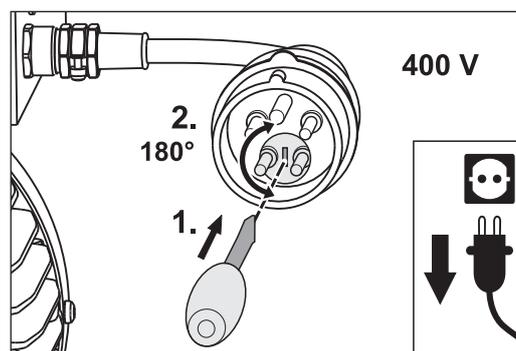

Abb. 16 Zur Änderung der Drehrichtung des Motors den Phasenwender um 180° verdrehen.
- 2 Stecken Sie einen Schraubendreher in den Schlitz des Phasenwenders im Stecker des Motorkabels (Abb. 16, 1.).
Durch Druck mit dem Schraubendreher wird der Phasenwender entriegelt und muss dann gleichzeitig um 180° gedreht werden (Abb. 16, 2.).
Der Phasenwender muss durch Überwindung eines geringen Widerstands um 180° gedreht werden (Abb. 16, 2.).